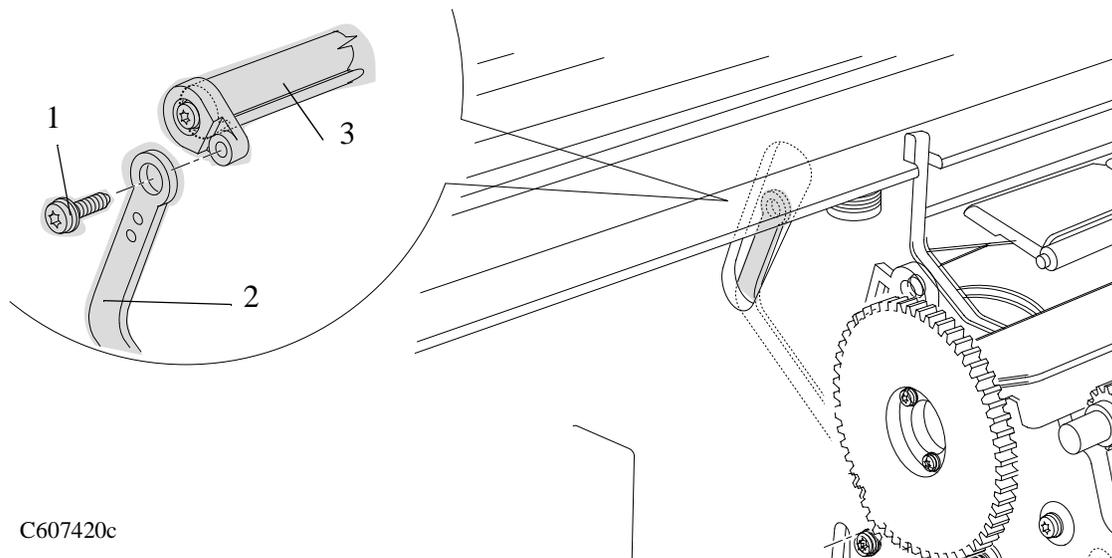

Figura 81: "Pinch Wheel Cam"
Consulte de la Figura 81 y Figura 82
2. Quite el tornillo T-10 (item 1) que sujeta el "linkage rod" (item 2) al "pinch- wheel cam" (item 3) (consulte la Figura 81).